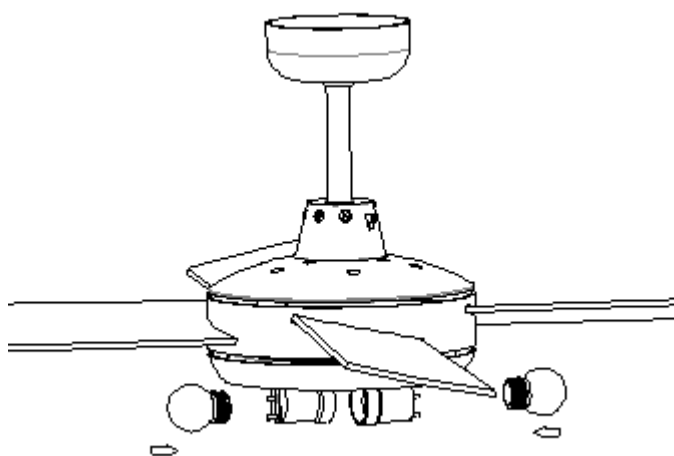

Figure 8
7. Inserire la lampadina nel portalampada. Fig. 8